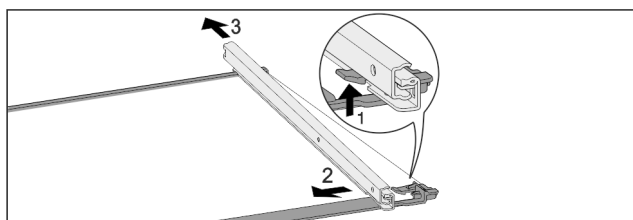

Fig. 122 Placa de vidrio con guías
- Presione hacia arriba el gancho de retención delantero. Fig. 122 (1)
- Retire la guía extraíble hacia un lado Fig. 122 (2) y hacia atrás Fig. 122 (3).